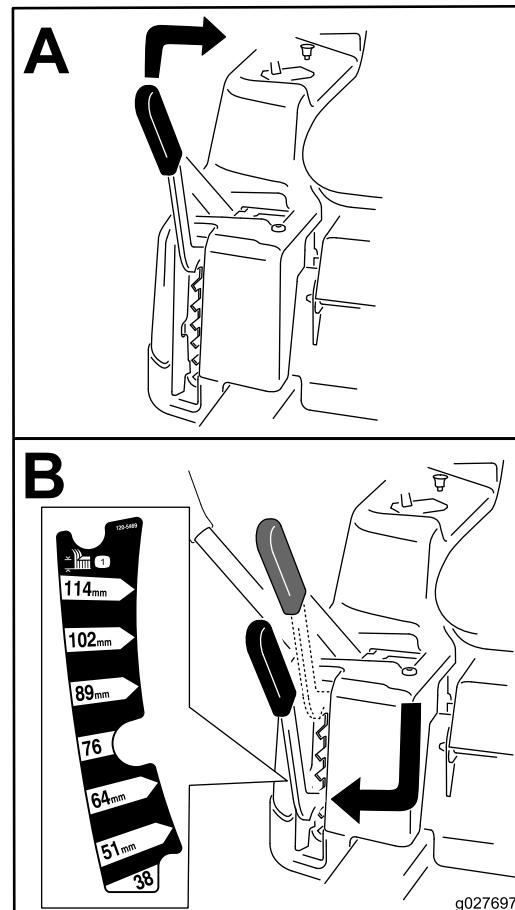

Figura 21
**Nota:** La posición de transporte es la posición de altura de corte más alta, 115 mm, según se muestra en la Figura 21.
La altura de corte se controla con la palanca situada a la derecha del puesto del operador (Figura 21).